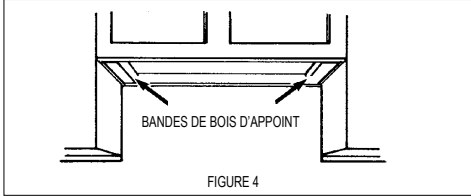

FIGURE 4
3. Si le fond de l'armoire est en retrait, des blocs de bois doivent être installés pour assurer un alignement adéquat avec le fond de l'armoire. Les blocs de bois doivent être alignés ou en retrait de 1/16" à 1/8" par rapport au fond de l'armoire, comme indiqué sur la FIGURE 4..